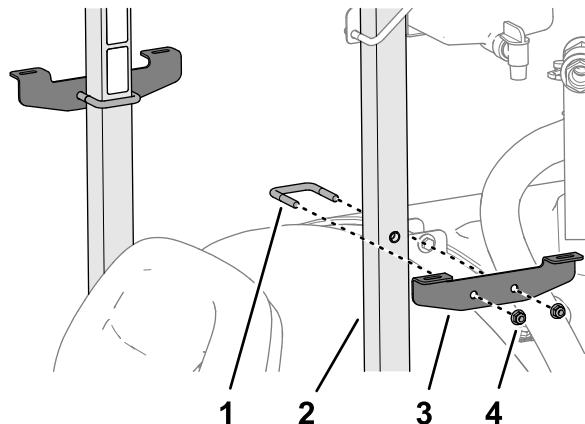

Bild 27
3. Montieren Sie die Halterung am Überrollbügelrohr (Bild 27) mit einem U-Bügel und zwei Sicherungsbundmuttern ($\frac{3}{8}$ "").